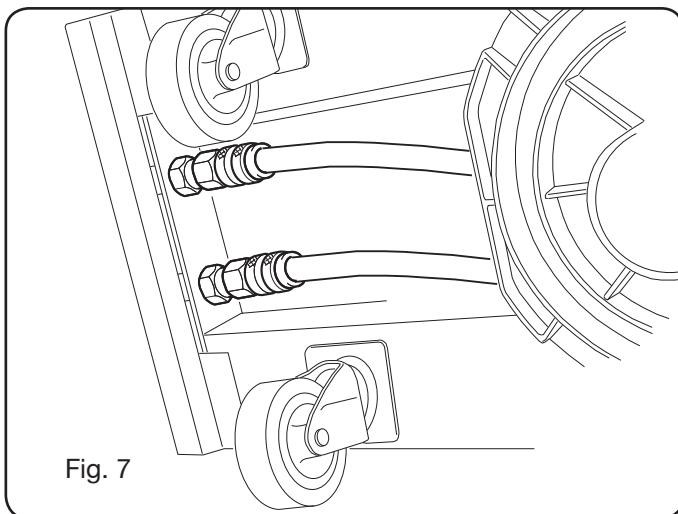

Fig. 7
- Kølevæskeslangerne skal forbindes til lynkoblingerne der findes i bunden på trådfremføringsvognen (se Fig. 7), ved samtid at overholde farverne der vises på vognens forreste del.